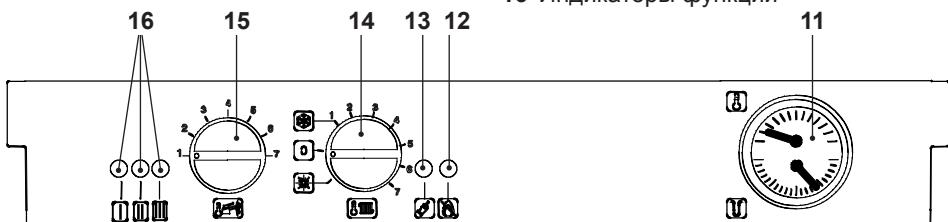

рисунок 1.3
- Включите электропитание котла. Индикатор котла 16 (рисунок 1.3) будет мигать каждые 4 секунды (состояние ожидания).
Квалифицированный монтажник посоветует Вам, как выбрать наиболее подходящую настройку для Вашей системы. Термоманометр (11, рисунок 1.3) позволяет Вам контролировать получение заданной температуры.